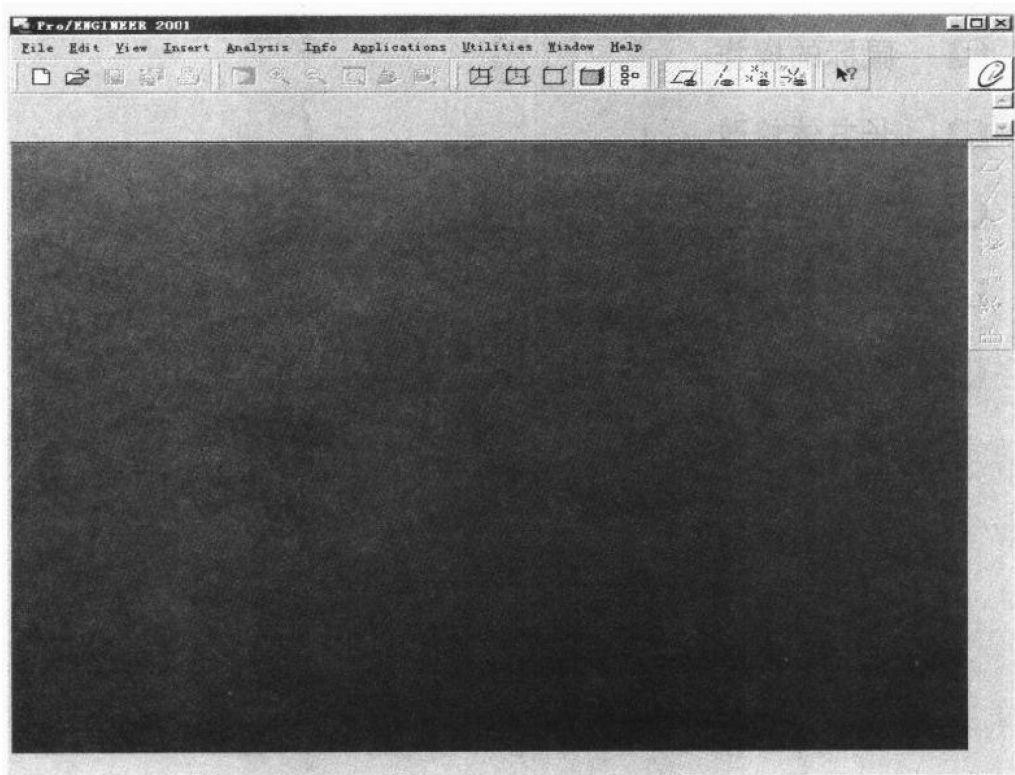
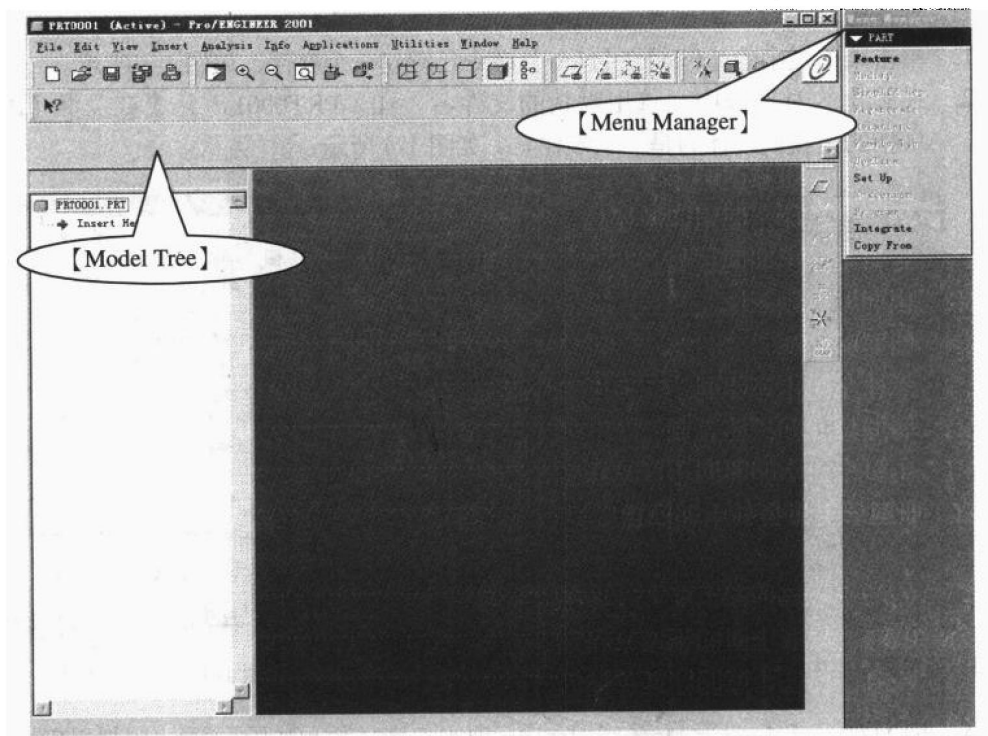

图 1-1 Pro/E 的操作界面
图 1-6 绘图环境
安装完 Pro/E 软件后, 请运行 Pro/E, 如果出现了如图 1-1 所示的界面, 说明你已成功安装了 Pro/E, 并能运行 Pro/E 软件了。
4. 选择其中的【Empty】项，再单击 按钮，此时，出现如图 1-6 所示的绘图环境。
在图 1-6 中，从蓝到黑渐变的区域是主窗口，用来显示模型和绘制草图等。与图 1-1 不同的是，其两边又多了两个窗口，一个是【Menu Manager】（菜单管理器），Pro/E 中的主要操作命令均放置其中；另一个是【Model Tree】（模型树），Pro/E 中用来记录模